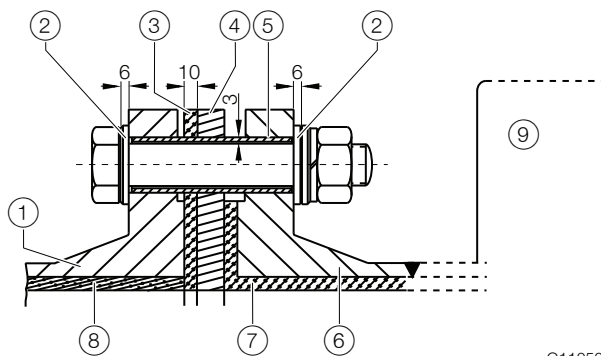
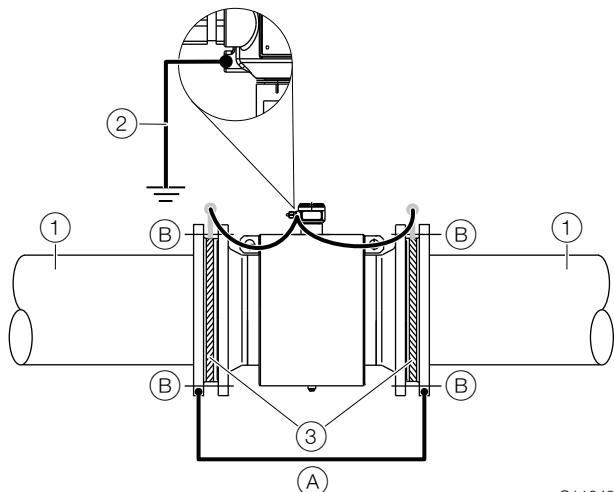

Fig. 28: Vy över skruvbultar
Fig. 29: Mätvärdesgivare med jordningsplatta och funktionsjord
- För rör med isolerande invändig beklädnad och som är fria från extern ström ska mätvärdesgivaren med jordningsplattor (före och efter mätvärdesgivaren) monteras isolerat i rörledningen. Katodskyddspotentialen leds runt mätvärdesgivaren. Jordningsplattorna före och efter mätvärdesgivaren ligger på funktionsjordspotential (Fig. 28 / Fig. 29).